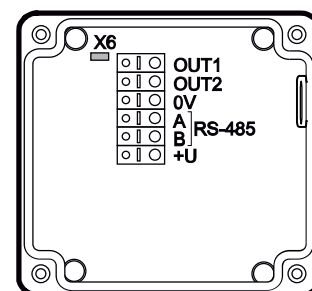

Рисунок 12.1 – Установка перемычки
2. Установить перемычку X6 (см. рисунок 12.1).